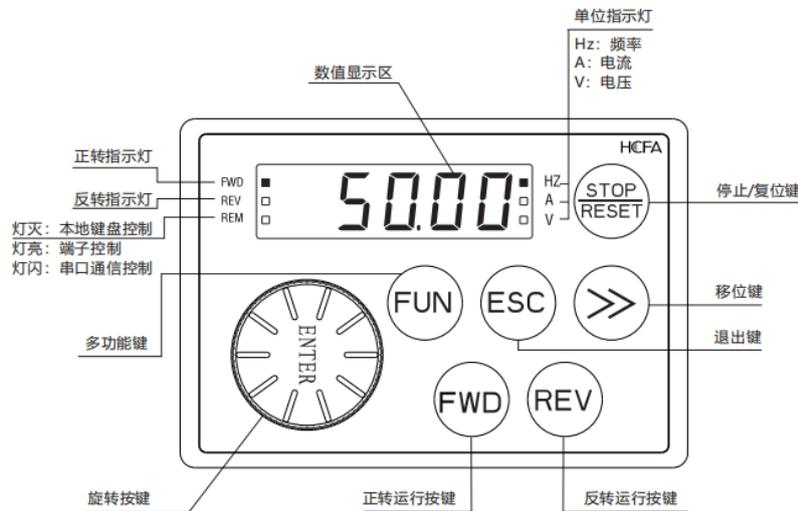

图 1 操作面板示意图
- 2、通过键盘面板上的按键进行命令控制，在运行的状态下，如果按下 STOP/RESET 键，即可使变频器停机（自由停机或减速停机），操作面板示意图如下图 1 所示，操作面板按键及飞梭功能表如下图 2 所示。